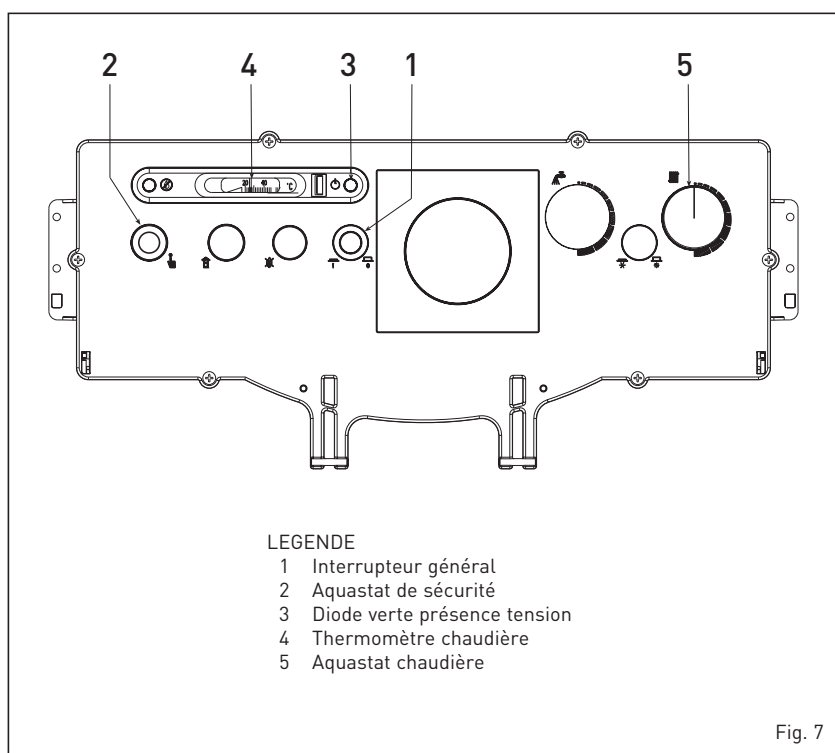

Fig. 7
3.2.1 Mise en marche de la chaudière (fig. 7)
- mettre la chaudière sous tension au moyen de l'interrupteur général (1), l'allumage de la diode verte (3) permet de vérifier la présence de tension à l'appareil. Le brûleur démarre;
- régler l'aquastat chaudière (5) sur une température non inférieure à 60°C. Pour contrôler la valeur de température programmée, consulter le thermomètre (4)
3.2.2 Aquastat de sécurité (fig. 7)
3.2.4 Extinction de la chaudière (fig. 7)